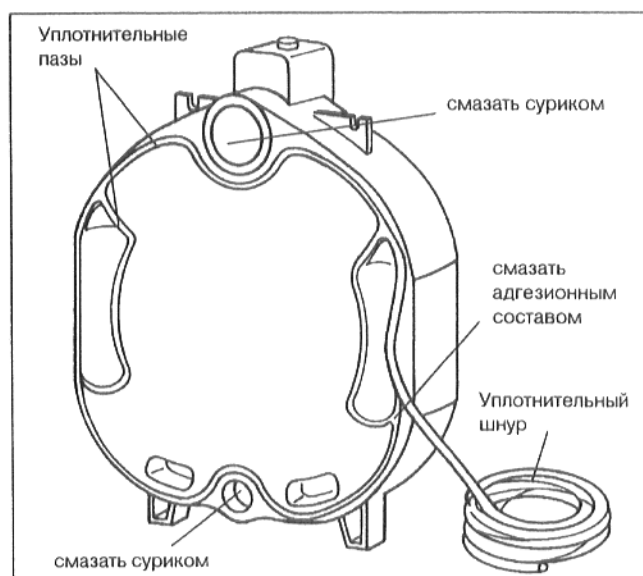

рис. 12
- Вставить эластичный уплотнительный шнур в уплотнительные пазы с передней стороны задней секции, начиная с верхнего участка ступицы, и слегка прижать. Хорошо прижать концы уплотнительного шнура в стыках (рис. 12).
- Смазать уплотнительные поверхности ступиц суриком (рис. 12).
- Смазать уплотнительные пазы адгезионным составом (праймером) (рис. 12).